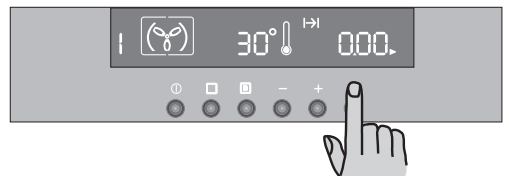

Рис. 12
- 2) Нажмите кнопку , для того чтобы выбрать функцию “Продолжительность приготовления” (Рис. 12). Символ “Продолжительность приготовления”  начнет мигать, а на панели управления высветится “0.00”.